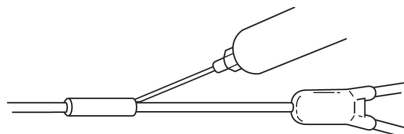

Fig. 9
9. Der injiceres klæbemiddel i begge ender af manchetten (fig. 9), hvorefter det overskydende klæbemiddel aftørres.